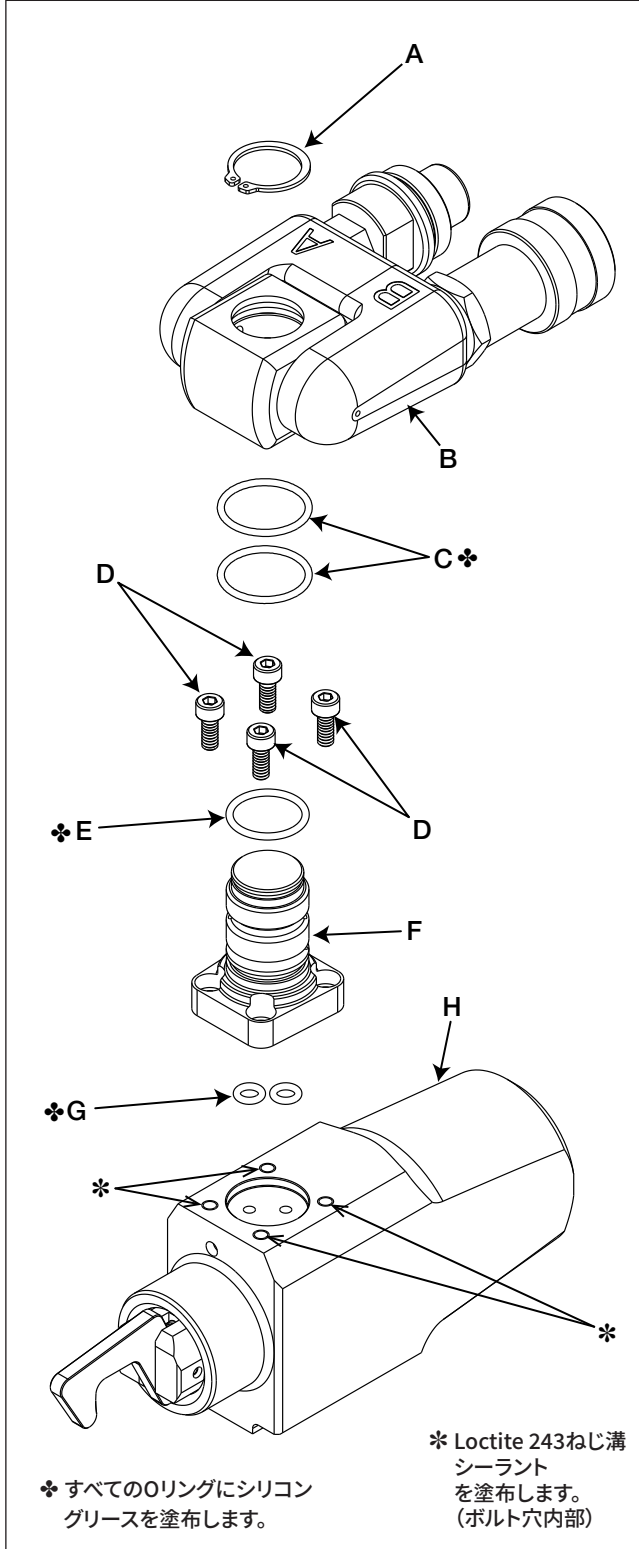
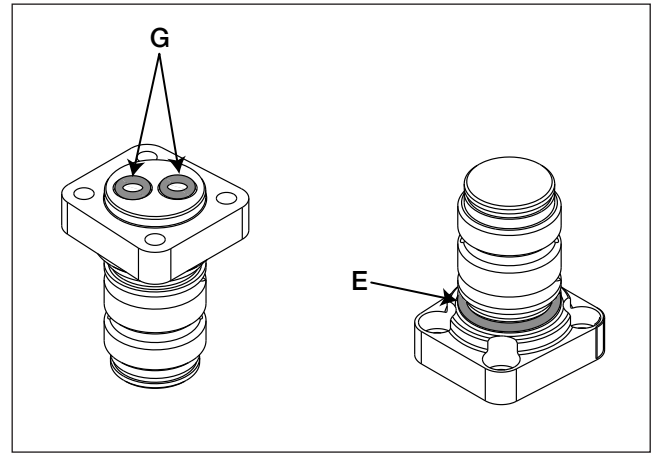
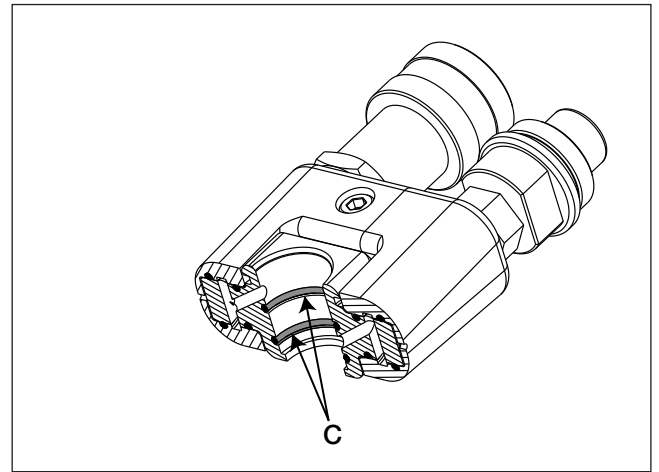
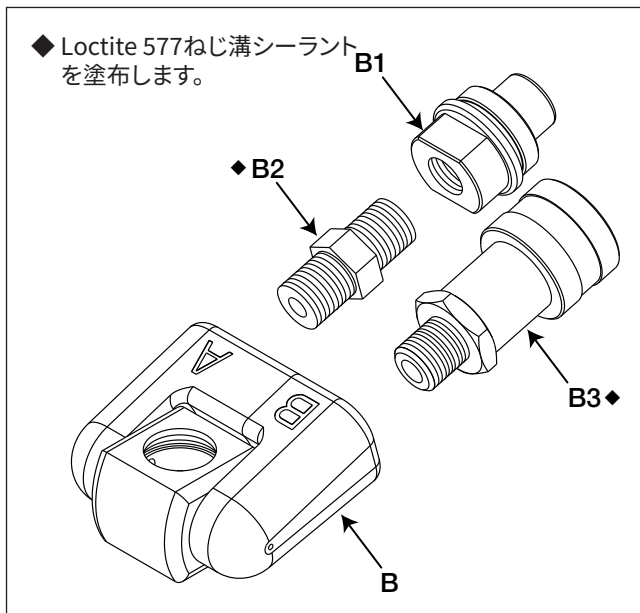

図1 展開図 - TSP300プロシリーズスイベル
図2 Oリングの取り付け、スイベルポスト
図3 Oリングの取り付け、スイベルマニホールドブロック
図4 油圧カップリングの交換
以下の手順では、図1、図2、図3を参照してください。
1. 実施していない場合、以下の手順を行う。サークリップ固定リング (A) をスイベルポスト (F) 最上部から取り外します。ドライバーをペアで使用し、古いスイベルアッセンブリ (B) をスイベルポスト (F) から静かにこじり出します。
2. スイベルポスト (F) を固定しているソケットヘッドキャップねじ (D) 4本を取り外します。スイベルポスト (F) をドライブユニットまたはレンチハウジング (H) から静かにこじり出します。
3. ドライブユニットまたはレンチハウジング (H) の表面をすべてきれいに拭き取ります。次に、少量のLoctite 243ねじ溝シーラントをドライブユニットまたはレンチハウジング (H) のねじ式ボルト穴 (*) 4か所にそれぞれ塗布します。シーラントを油圧ポートに垂らさないように注意します。
4. 新品のOリング (G) 2枚を新品のスイベルポスト (F) のベース部分のポートに取り付けます。Oリングの位置については図2を参照してください。
5. 油圧ポートの位置が合うように注意しながら、新品のスイベルポスト (F) をドライブユニットまたはレンチハウジング (H) に置きます。Oリング (G) が落下したり、挟まったり、切断されたりしないように注意してください。
7. 同梱の新品のスイベルポストOリング (E) を取り付けます。Oリングにシリコングリースを塗布してから、取り付けます。位置については図2を参照してください。
以下に記載の手順で油圧カップリングを交換します。図1と図4を参照してください。
以下に記載の手順でスイベルアッセンブリを組み立てます。図1と図5を参照してください。